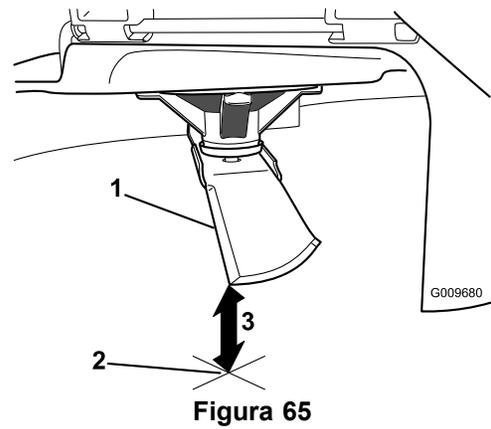

Figura 65
- Mida desde la punta de la cuchilla hasta la superficie plana (Figura 65).